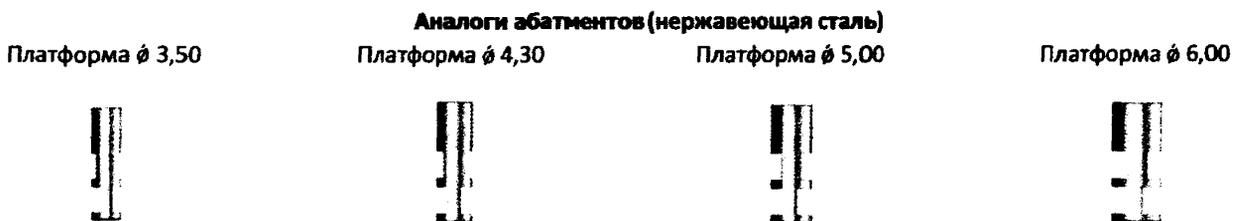

Рисунок 7. Аналоги абатментов
6. для работы с зуботехническими моделями используются - *аналоги абатментов*, соответствующего диаметра и платформы (см. рис. 7).